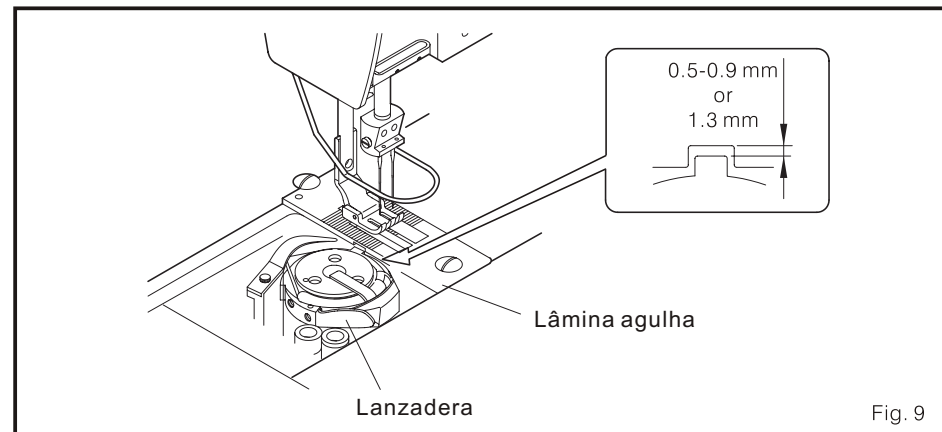

Fig. 9
3. Se é necessário que muda o lanzadera, por favor tenha cuidado e não solte a lavadora alguns modelos eles têm duas lavadoras. (Fig. 9)